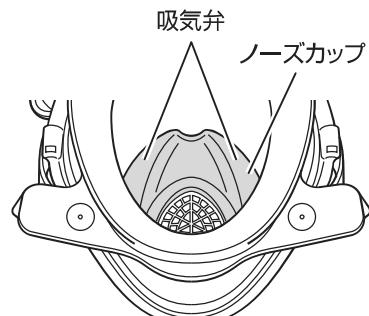

図 59 ノーズカップ
2. ノーズカップ、またノーズカップに取付けられている吸気弁が正しく取り付いていることを確認する。（図 59 参照）